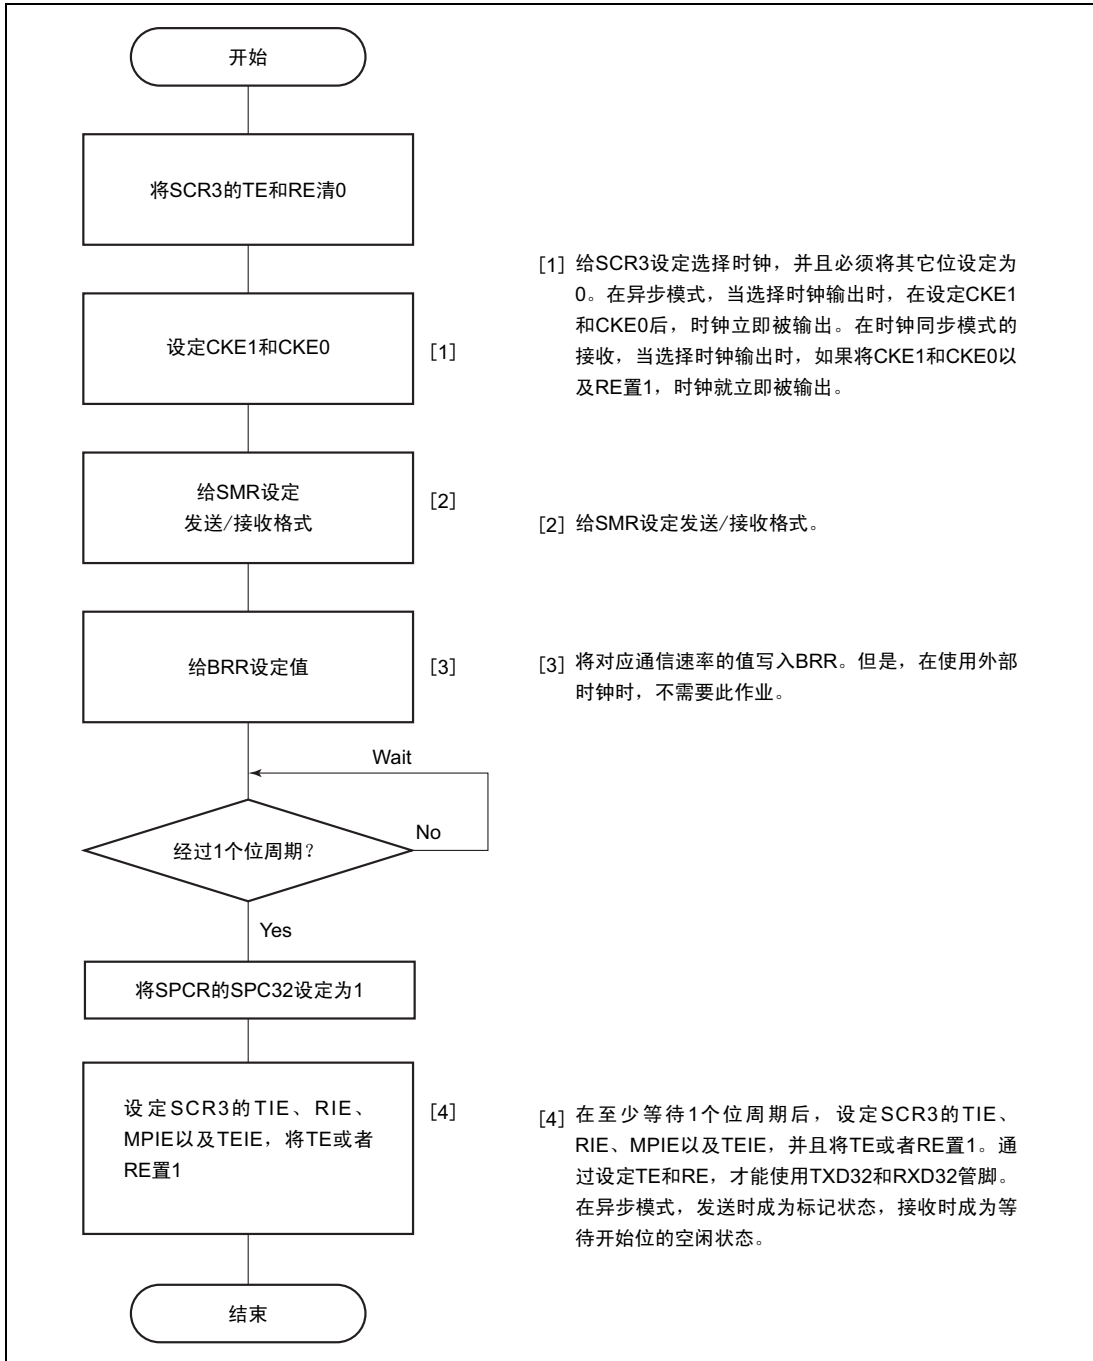

图 10.5 初始化 SCI3 时的流程图例子
初始化 SCI3 时的流程图例子如图 10.5 所示。
在发送/接收数据前，必须按“10.3.2 (3) (a) SCI3 的初始化”的说明和图 10.5 的例子，初始化 SCI3。